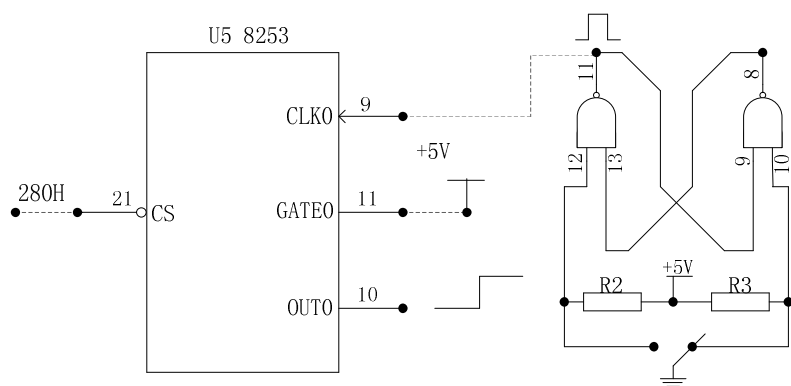

图3-1
1、按图3-1虚线连接电路，将计数器0设置为方式0，计数器初值为N( $N \leq 0FH$ )，用手动逐个输入单脉冲，编程使计数值在屏幕上显示，并同时用逻辑笔观察OUT0电平变化(当输入N+1个脉冲后OUT0变高电平)。